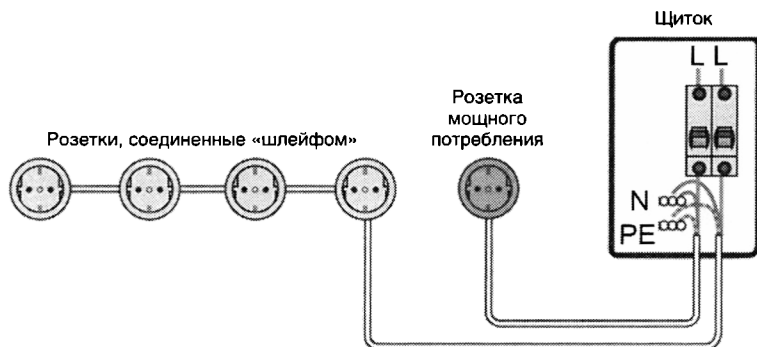

Рис. 2.75. Соединение «шлейфом»
**Тип «шлейф»** напоминает «звезду», но отличается от нее экономичностью (рис. 2.75). Изобразить его можно так: розетка — розетка — розетка — квартирный щиток или распаечная коробка. На один кабель последовательно подключаются несколько электрических точек, от которых общий питающий проводник идет либо к квартирному щитку, либо к распаечной коробке.